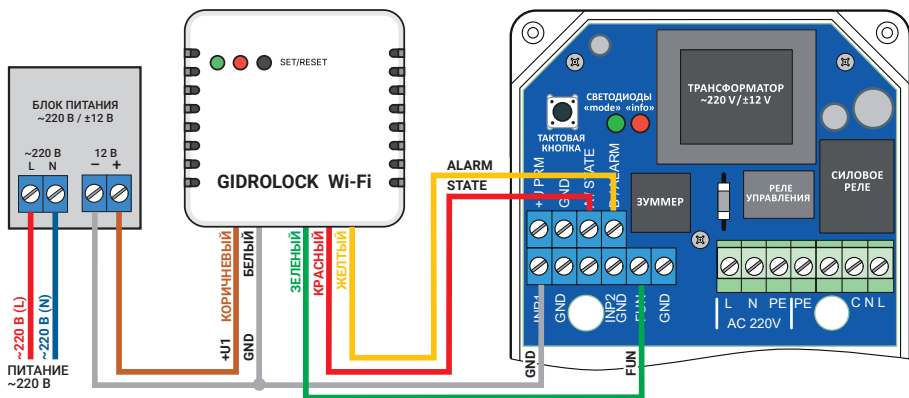

Рис. 4. Схема подключения Модуля GIDROLOCK Wi-Fi с внешним блоком питания (пример подключения).
5.6 К блоку управления можно подключить **Модуль GIDROLOCK Wi-Fi**. Через мобильное приложение Smart Life от компании TuYa пользователь сможет управлять состоянием подключенных к блоку шаровых электроприводов и будет получать уведомления об аварии в случае обнаружения протечки. Для питания **Модуля GIDROLOCK Wi-Fi** потребуется внешний отдельный блок питания 220В/9...15В (1,0А). Схема подключения приведена на рис.4. Клеммы **ALARM** используется для отправки пользователю оповещения об аварийной ситуации (протечка воды). Клеммы **STATE** используется для отображения в приложении состояния шаровых электроприводов. Клеммы **FUN** используется для управления состоянием шаровых электроприводов из мобильного приложения.